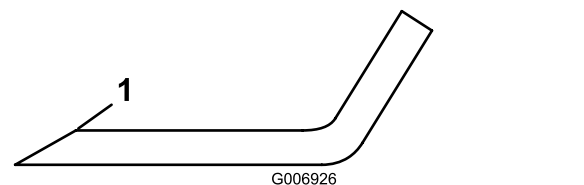

**Bild 73**
- Prüfen Sie die Schnittkanten des Messers sorgfältig, insbesondere dort, wo die geraden Flächen die gebogenen berühren (Bild 73).